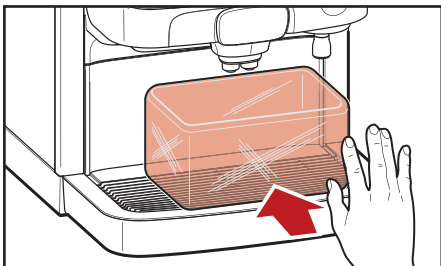

Fig. 5.5 - Plasser beholder
7. Plasser en beholder under drikke- og varmtvannutløpene (fig. 5.5)